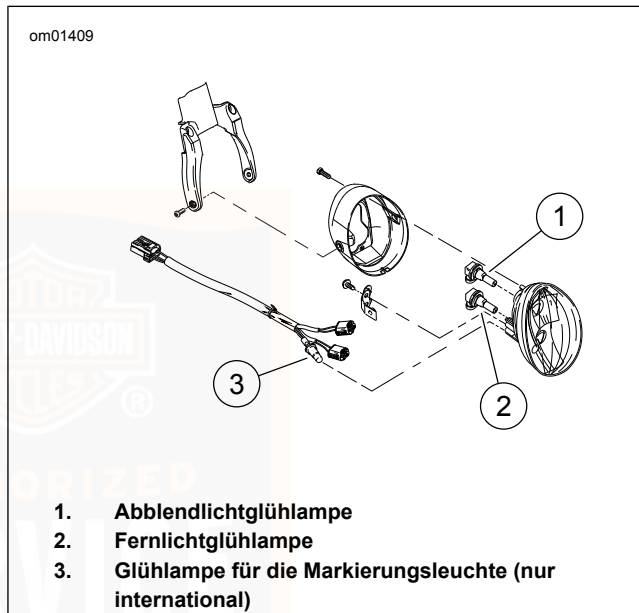

Abbildung 44. Scheinwerferbaugruppe (VRSCF abgebildet)
2. Siehe Abbildung 44. Hinter die Scheinwerferschale greifen und den Abblendlichtfassungs- (1) oder Fernlichtfassungs-Steckverbinder (2) anfassen.